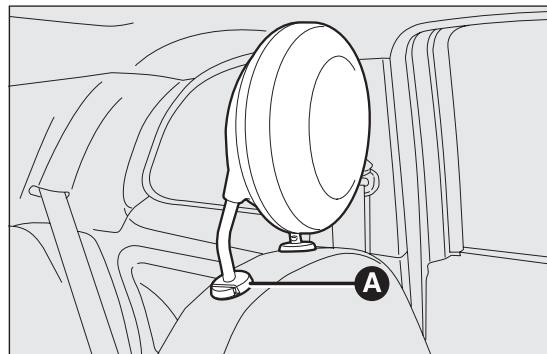

РИС. 21
**Опускание:** нажать кнопку А РИС. 21 и опустить подголовник.